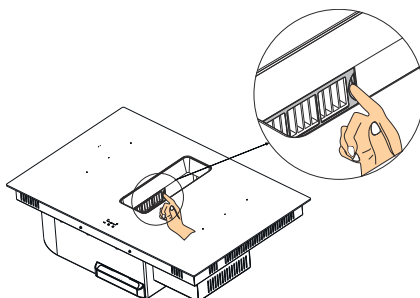

Fig. 10
3. ➔ Træk kulfiltersættet ud som vist i figuren (Fig. 10).